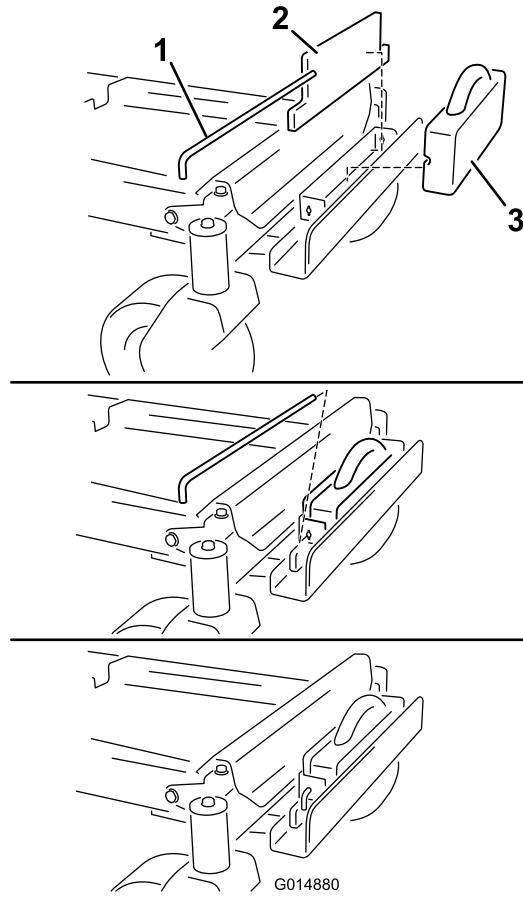

Bild 9
6. Befestigen Sie einen flachen Ballast an der Halterung und bewegen sie nach hinten, bündig mit der Halterung (Bild 9).
7. Befestigen Sie einen Kofferballast vor dem flachen Ballast (Bild 9).
8. Befestigen Sie den Ballast mit einer verkeilten Querstange an der Halterung (Bild 9). Setzen Sie die Stange ein und drehen Sie um 90 Grad nach unten, um sie zu arretieren.